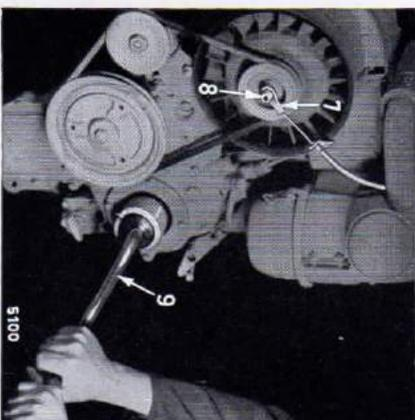

Fig. 10
5. Actionnez vigoureusement la manivelle (9) — Figure 10 —. Après env. cinq tours de manivelle, l'oillet (7) se détache de la vis (8), ce qui entraîne automatiquement la fermeture de la soupape de déchargement et le démarrage du moteur.